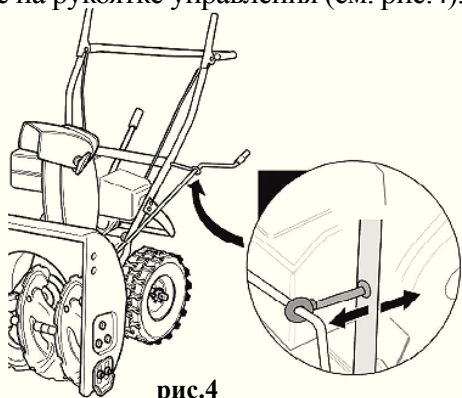

рис.4
- установите анкерный болт в отверстие на рукоятке управления (см. рис.4).